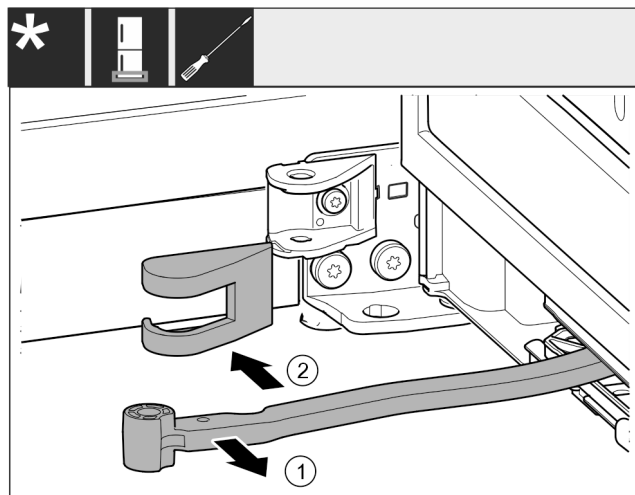

Fig. 18
- Поверните шарнир Fig. 18 (1) в направлении двери.
- Снимите крышку опорного кронштейна Fig. 18 (2).